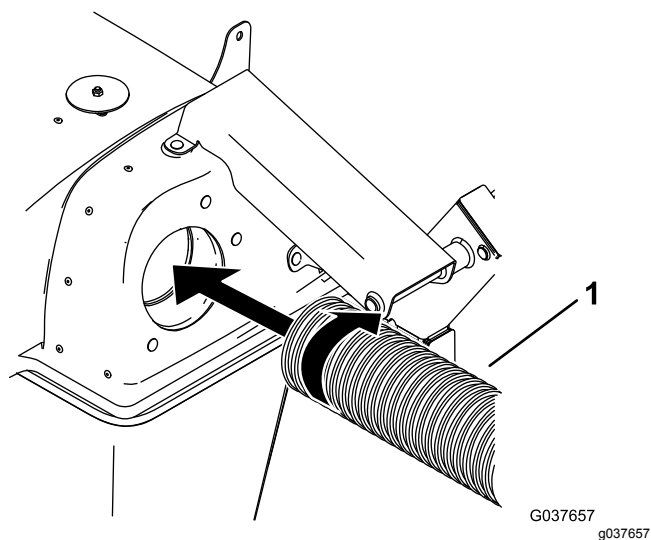

Figura 9
3. Enrosque 1 extremidade do tubo no capot até ficar presa (Figura 9).